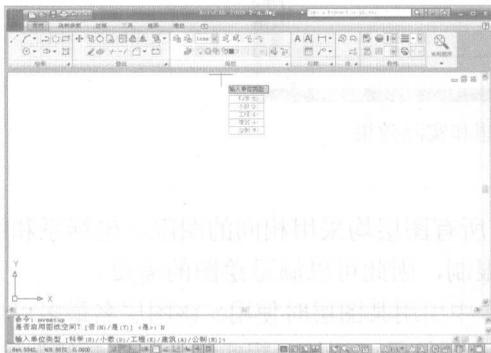
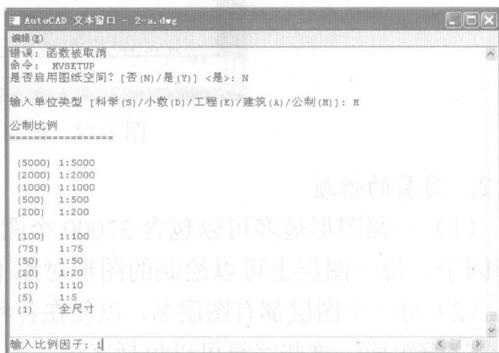

图 1-10 选择单位类型
图 1-11 输入绘图比例
(2) 系统提示输入单位类型，根据需要选择绘图时所用的单位类型（如公制 M），如图 1-10 所示；在弹出的如图 1-11 所示的文本窗口中输入绘图时需要的比例大小（如比例因子为 1）。